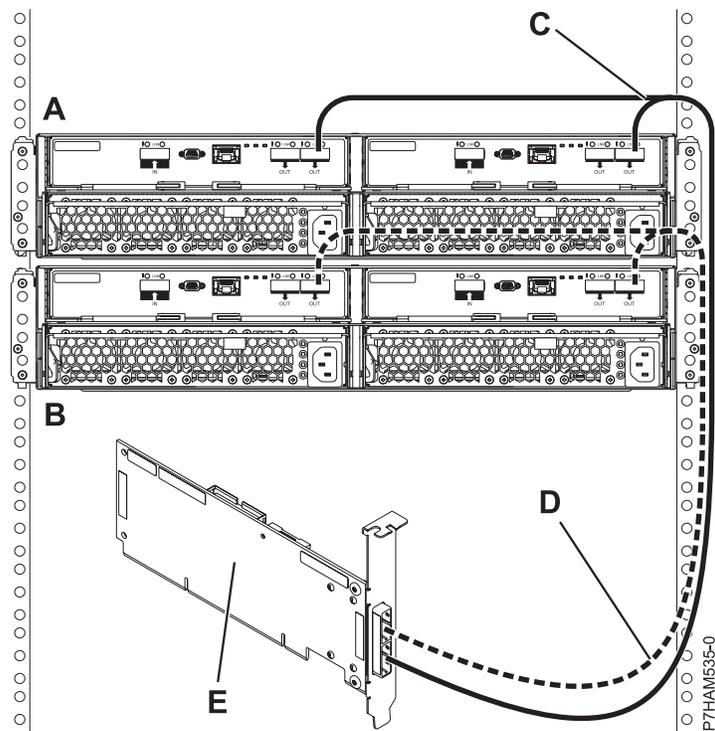

Figure 30. Mode 1 de connexion de deux boîtiers d'unité de disque 58/87 via des câbles YO à un adaptateur SAS unique
- j. Effectuez la connexion de mode 1 de deux boîtiers d'unité de disque 58/87 (A et B) via des câbles YO (C et D) à un adaptateur SAS unique (E) comme illustré à la figure 30, à la page 29.
- L'adaptateur SAS unique (E) peut accéder à l'ensemble des 48 baies d'unité.